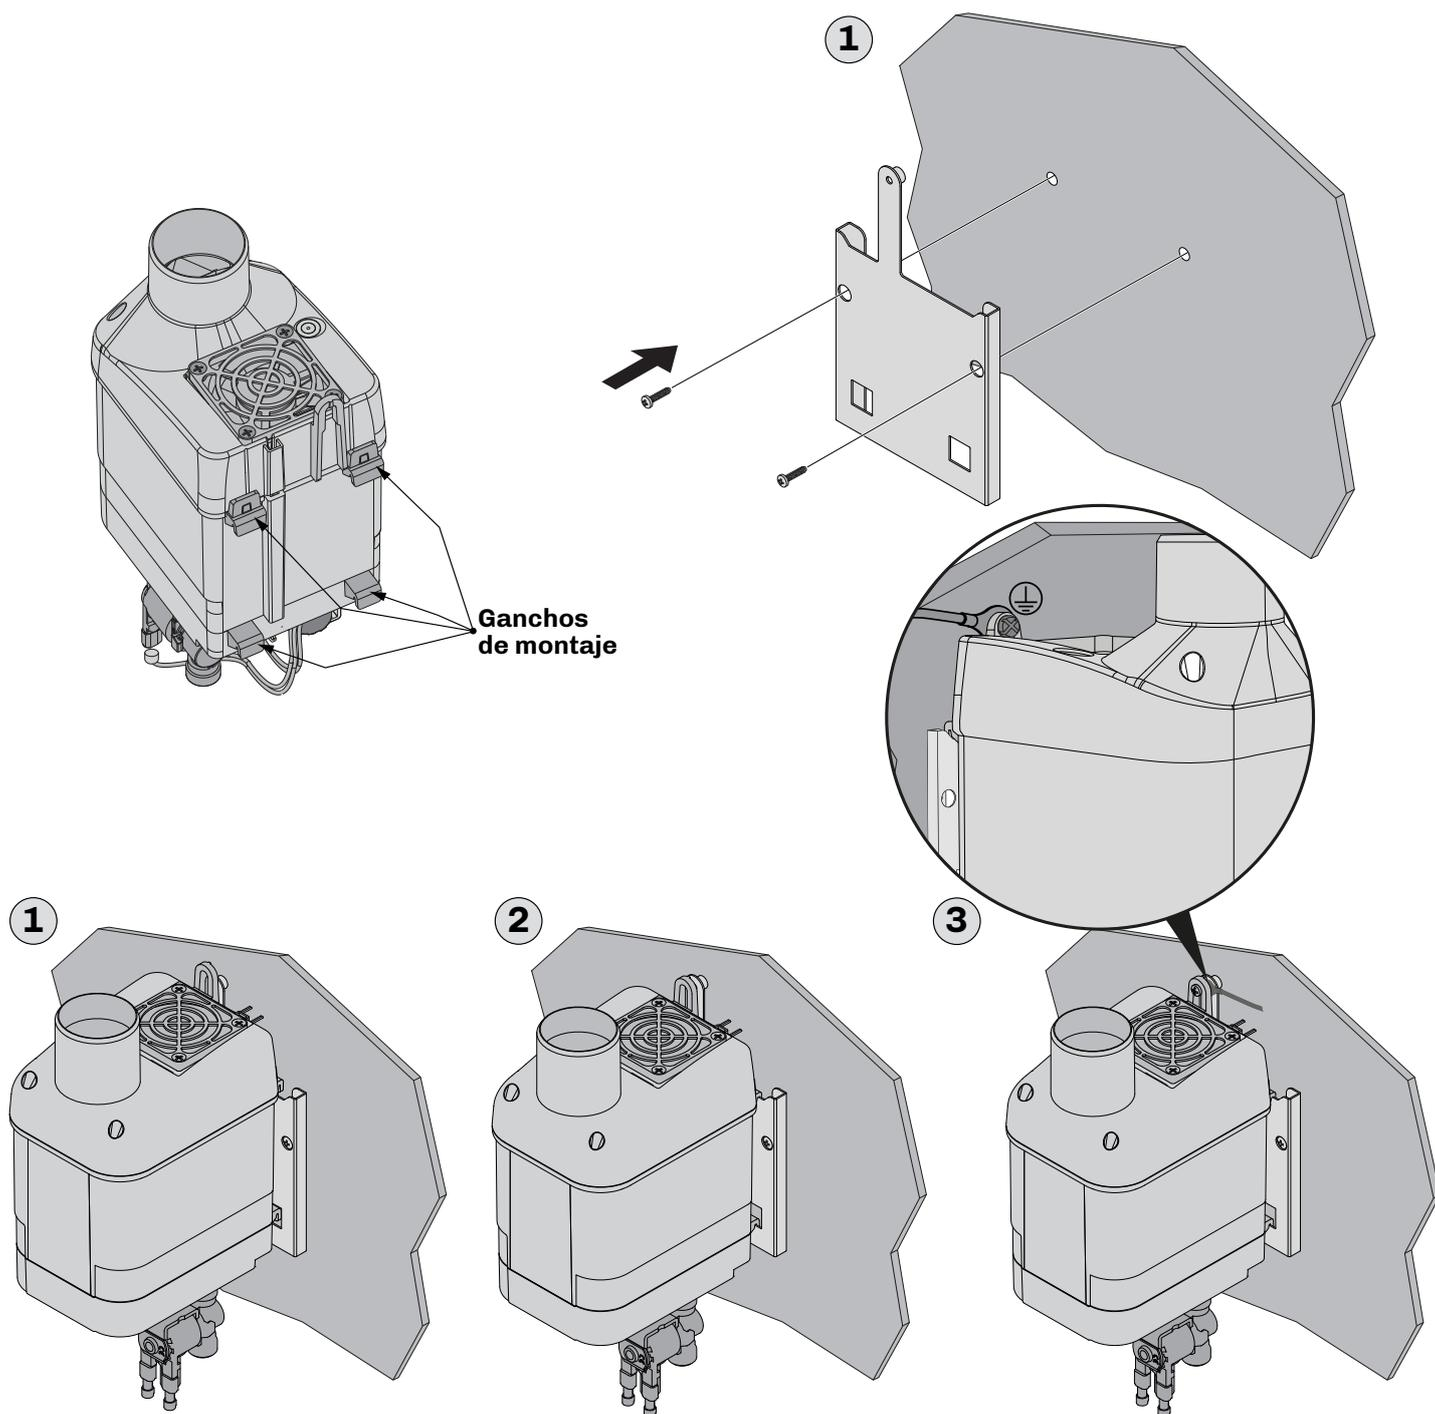

Fig. 7. Instrucciones de montaje con brida de soporte
- Fijar la brida de soporte en la pared siguiendo las instrucciones de la imagen "**FIG. 7. INSTRUCCIONES DE MONTAJE CON BRIDA DE SOPORTE**" A PAGINA 19 y las medidas de los orificios y de la brida indicadas en el punto "4.5.1 MEDIDAS DE LA BRIDA DE SOPORTE" A PAGINA 18 (1);
- Enganchar el humidificador **Mistral** en la brida asegurándose de que quede bien fijado (2);
- Fijar el humidificador a la pared donde está montada la brida de soporte y la conexión a tierra utilizando un tornillo **M4** de cabeza plana, adecuado para la pared de fijación (3).